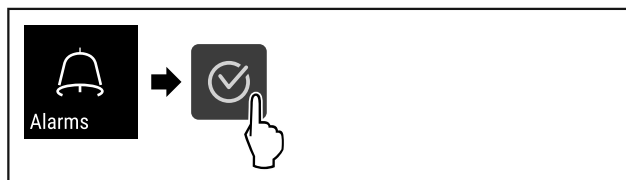

Fig. 108
- ▶ Stappen (zie Fig. 108) uitvoeren.